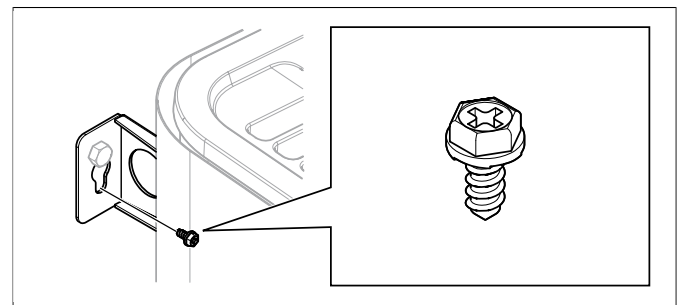

Abb. 13: Sicherungsschraube der Halterung
12. Sichern Sie den Ofen mit der Sicherungsschraube, siehe **Abb. 13**, Seite 5.